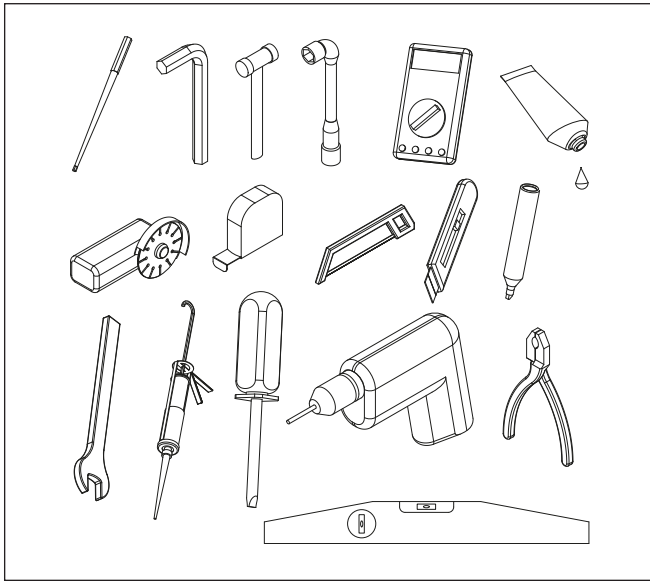

Abb. 5
2.3 Benötigtes Werkzeug (Abb. 5)